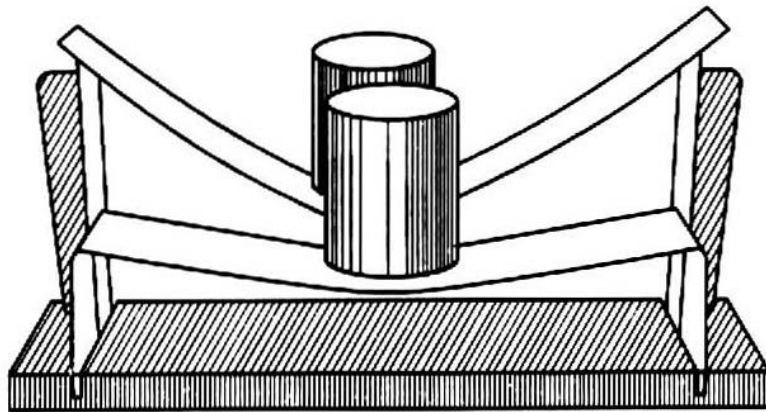

图 14 横梁结构末端焊接刚性支撑件的示意
① 设计时应使设计方案满足零件各部位强度和硬度的要求，但不能超出安全设计标准，应让焊接工程师来检验各部件设计的安全性。如果设计要求的硬度设定的太高，这样的设计会超出安全设计标准，并且会因额外材料、焊接操作和运输等方面的增加而提高整个过程的成本。超出安全设计标准还可能增加用户在燃料、能源和维护等方面长期的费用，因此设计时应请有经验的工程技术人员严格检验设计方案的合理性。
② 应确定结构中焊缝的外观要求，以避免不必要的增高。有时许多设备零件上的焊缝完全被隐藏起来，这样可以减少为了提高焊缝外观质量而增加的焊缝打磨、修整的费用。因此，为了便于让操作者知道哪些焊缝需要进行打磨、修整以具有良好的外观，应在这些部位进行标记。
③ 如果产品必须要求按一定的工艺规程进行焊接制造时，应核对相关的工艺规程以决定采用经济、合理的焊接方法。
④ 用较厚的结构件可以防止产生焊接弯曲和变形。
⑤ 焊接中采用对称结构对于防止焊接弯曲和变形更加有效。
⑥ 在横梁结构的末端焊接刚性支撑件，可以增加结构的强度和刚度，在材质、宽度和承受载荷相同的两个横梁结构中，采用刚性支撑比不采用刚性支撑的焊接结构产生的弯曲变形小，如图 14 所示。